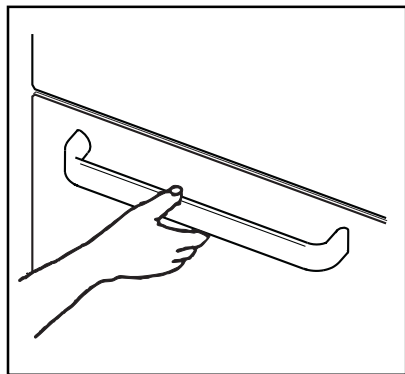

Fig. 7
**!** Pour ouvrir la porte du four, saisissez toujours la poignée dans sa partie centrale (Fig. 7)